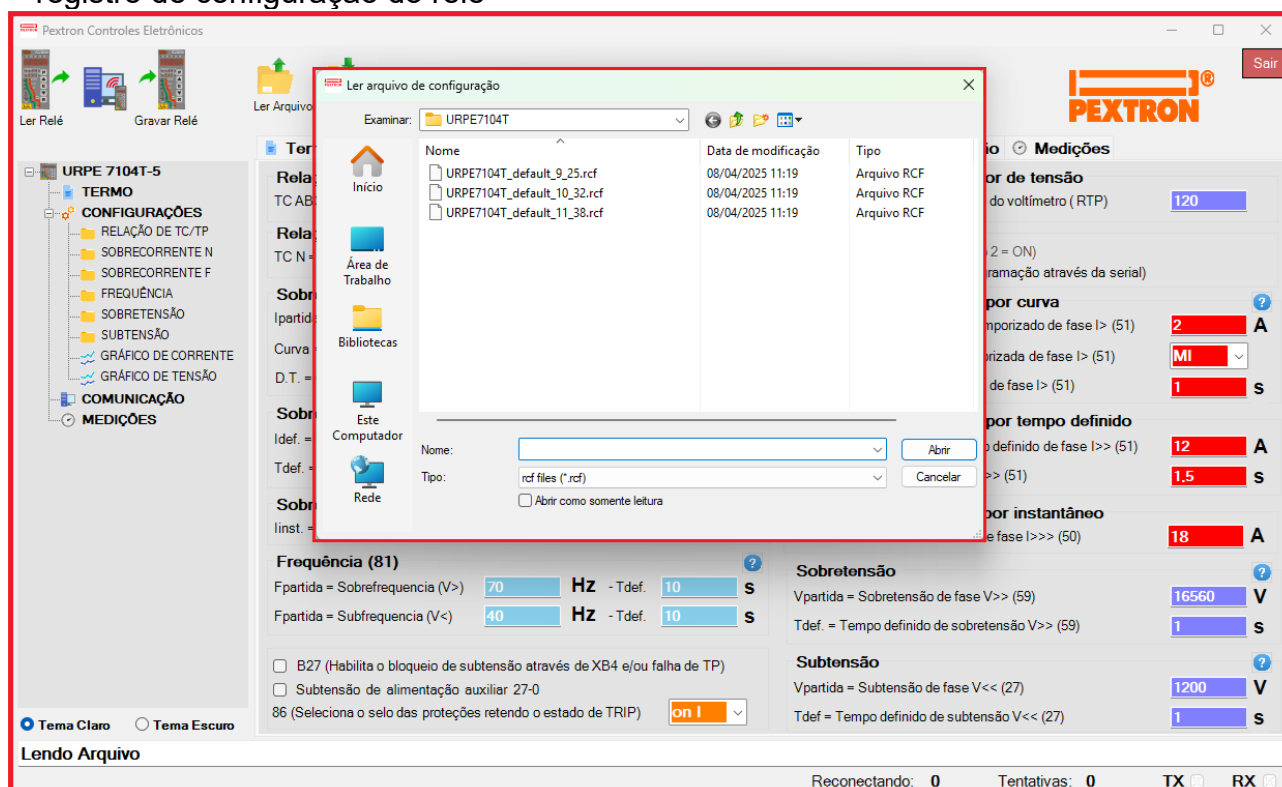

Figura B4: Arquivo de Configuração armazenado na pasta.
Nota: Para atualização é importante verificar arquivo (.rcf) que está sendo utilizado. Renomear ou desinstalar a versão atual instalada na pasta C:\Pextron (figura B4), seguindo o procedimento do item 1.1.1.